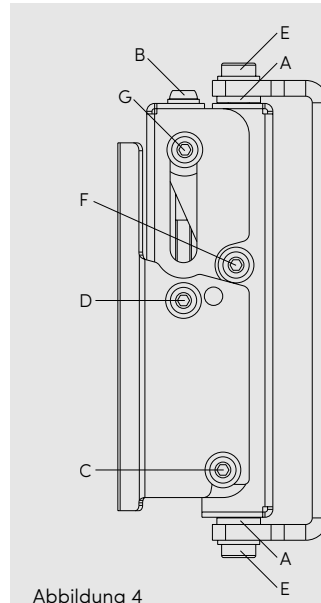

Abbildung 4
1. Entfernen Sie die beiden Linsenschrauben M6 (D) am Aufnahmeblech und lösen Sie die Schrauben (C, F, G) um ca. drei Umdrehungen. Ziehen Sie das Aufnahmeblech vom Wandhalter ab. **SIEHE ABBILDUNG 4.**